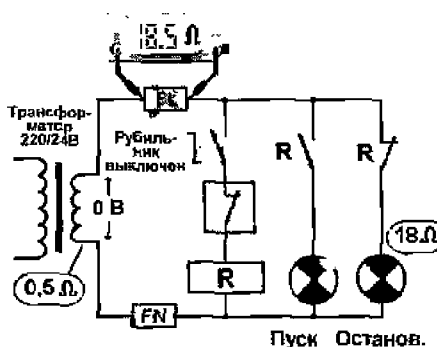

Рис. 54.33
**Упражнение 2.** При *выключенном рубильнике* (см. схему на рис. 54.33) сопротивление катушки реле R исключается из цепи.
Перед тем, как посмотреть, что произойдет при включенном рубильнике, напомним, что при параллельном соединении двух сопротивлений R1 и R2 полное сопротивление Rt, получаемое в результате такого соединения, будет равно произведению R1 на R2, деленному на сумму R1+R2 (см. рис. 54.33а).
Рис. 54.33а